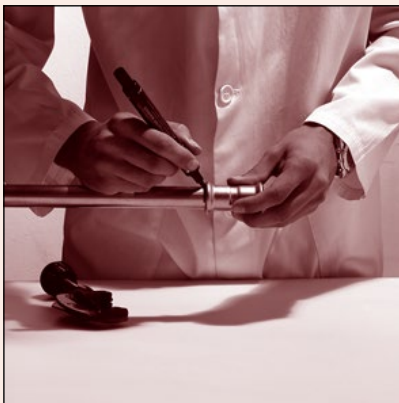

Fig. 24 | Einsetzen der Rohre in die Fittings und Kennzeichnung
9.5 Einsetzen der Rohre in die Pressfittings und korrekte Positionierung (Abb. 24)
9.5 Inserting pipes in fittings and marking the correct position (fig. 24)